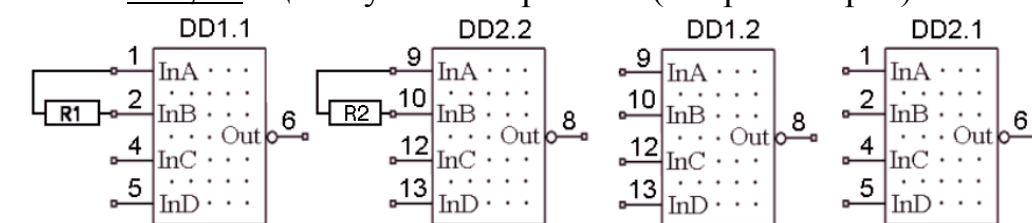

Рис. 43
- после Place > Part установить элемент 133LA6 в точки: 90 / 90 , 140 / 90 , 170 / 90 и 200 / 90 щелкнуть RB – рис. 43 (без резисторов)
- после Place > Wire построить проводники (рис.43) и сохранить проект как **swap.sch**;